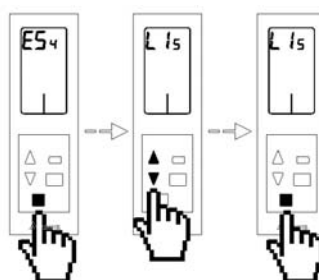

Fig. 95
- o **Liberar una salida de control:** Si desea liberar un salida de control que haya asociada, seleccione ésta mediante las flechas Δ ∇ y pulse el botón de confirmación ☐ para acceder al menú de liberar. En este menú le aparecerá por defecto la opción SI (5) para liberar la salida de control. En caso de no querer liberar esa zona seleccione NO ($\bar{n}$). Una vez seleccionada la opción deseada pulse el botón de confirmación ☐. Para salir pulse el botón salir ☐ para volver al menú anterior.(Fig. 95)